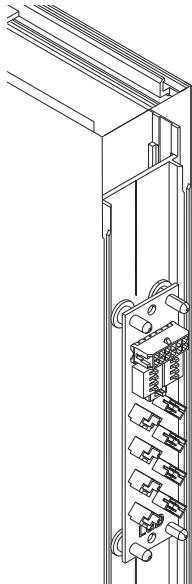

Рис. 89 Соединительный блок
16. Зашелкнуть соединительный блок на прокладке (рис. 89).